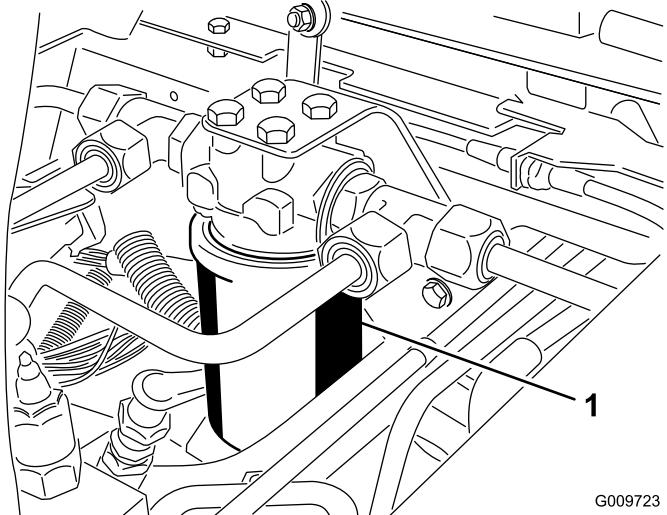
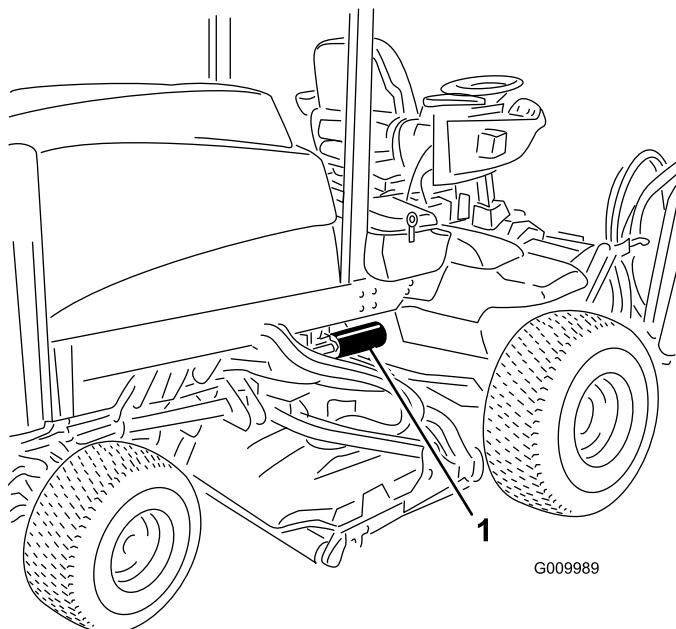

Figura 55
Figura 56
2. Limpe a zona em torno da montagem do filtro. Coloque um recipiente de escoamento debaixo do filtro e retire o filtro (Figura 55 e Figura 56).